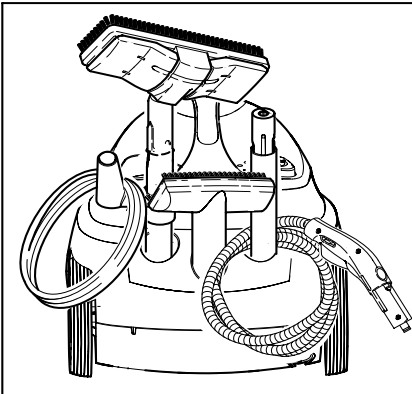

Abbildung 8
- ➔ Verlängerungsrohre in die großen Zubehörhalter stecken (siehe Abbildung 8).
- ➔ Handdüse (E1) in den mittleren Zubehörhalter stecken (siehe Abbildung 8).